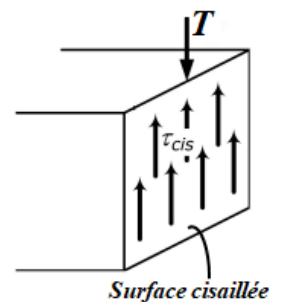

Figure 3
La force agissant dans le plan de la section droite de la barre est appelée **effort tranchant** (T). Cet effort se distribue sur la section pour générer des contraintes tangentielles de cisaillement (τ). En considérant une distribution uniforme ($\tau = \text{constante}$) (Figure 3), on pourra définir la contrainte τ dans une section droite A_{cis} par la relation suivante :